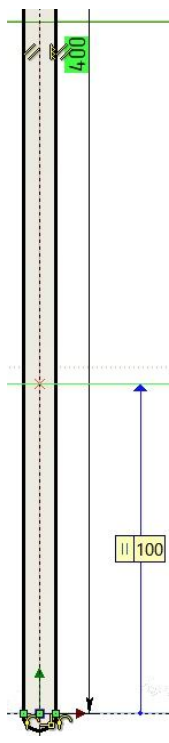

Рис. 1.4 –
1.5.3 Разместите 3D узел  на пересечении созданной прямой с вертикальной осью (осью симметрии стержня), как показано на рис.1.4.